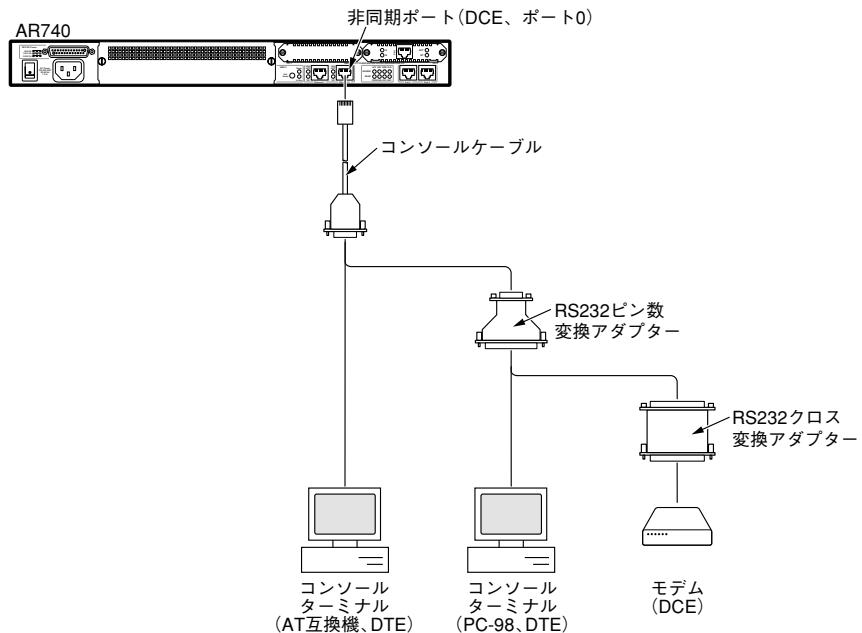

図 2.7.1：コンソールターミナルまたはモデムとの接続
1. 図 2.7.1 をご覧になり、非同期ポート（ポート 0）に接続する機器に合わせて、付属のコンソールケーブル、ピン数変換アダプター、クロス変換アダプターを選択して連結し、各コネクターの固定ネジを締めてください。